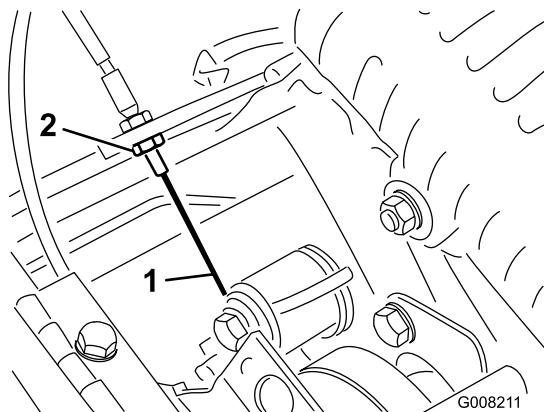

Figura 36
3. Para aumentar la tensión del cable, afloje la contratuerca delantera del cable y apriete la contratuerca trasera del cable (Figura 36) hasta que la fuerza necesaria para engranar el control de tracción sea de 7 a 9 libras (3,2 a 4,1 kg). Mida la fuerza en el pomo de control.